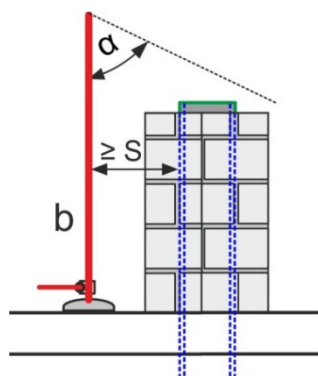

Fig. 7
- lokal getrenntes LPS mit einer Fangstange (Fig. 7)